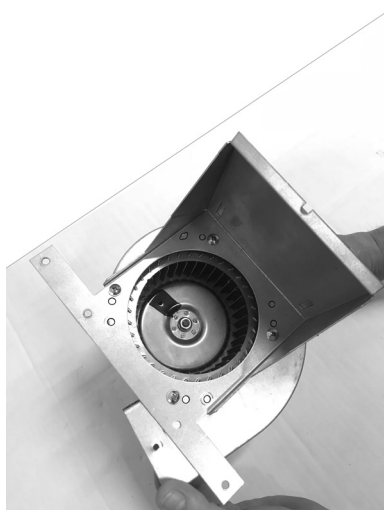

Fig. 47 - Ventilateur + carter
- Prendre le ventilateur et le carter et les poser sur une surface plane (voir **Fig. 47**).